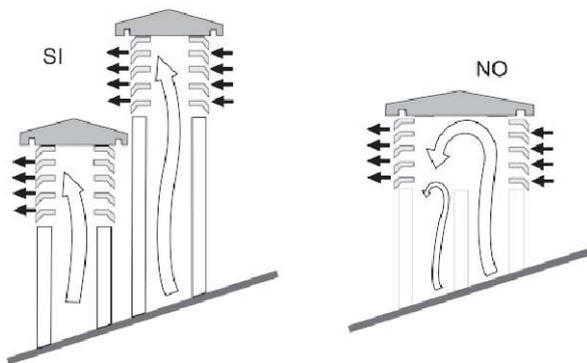

Abb.3
-Wenn Schornsteine mit parallelen Ausgängen verwendet werden, ist es ratsam, das Gegenwindrohr um ein Element anzuheben. (Abb.3)